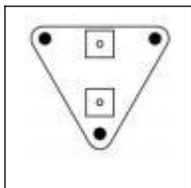

Fig.1 .
1) Utilisez les panneaux muraux (2) pour positionner les ventilateurs. Marquez trois trous de fixation et percez-les aux emplacements marqués. Assurez-vous que la zone de montage est solide et dégagée. Voir la figure 1.